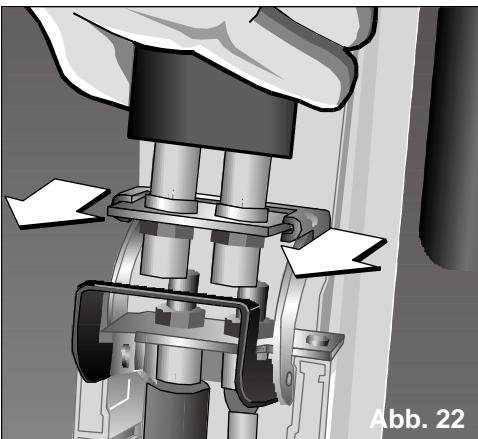

Abb. 22
- ☐ Schlauch aus den Führungen herausziehen, siehe **Abb. 22**.